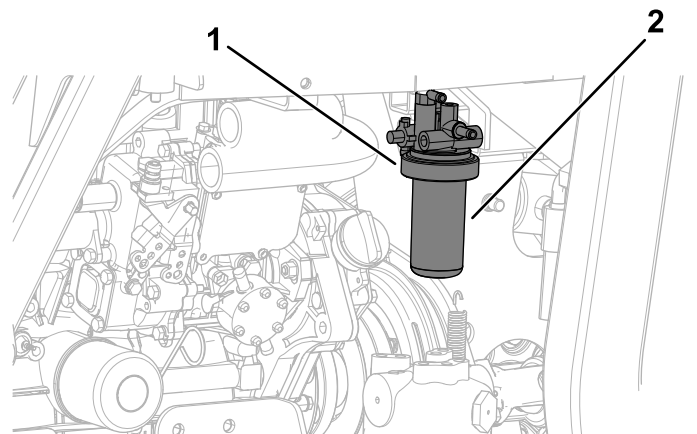

Bild 72
1. Reinigen Sie den Bereich um den Kraftstofffilterkopf (Bild 72).
2. Entfernen Sie den Filter und reinigen die Befestigungsfläche des Filterkopfes (Bild 72).